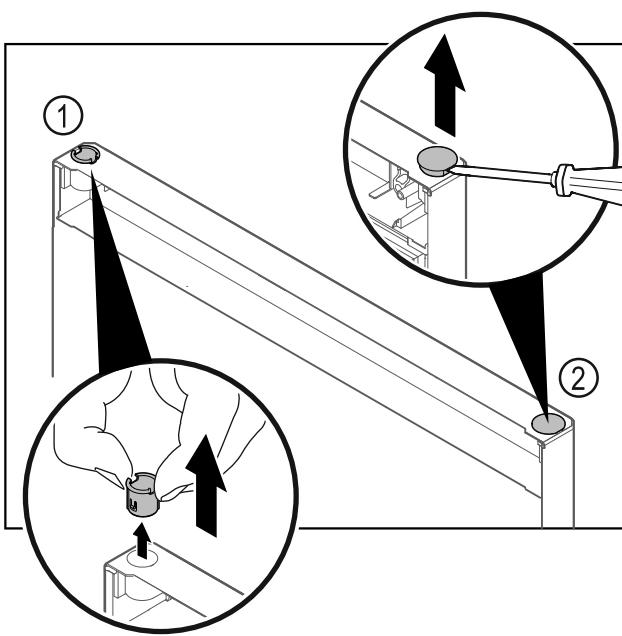

Fig. 15
- Izvelciet ar pirkstiem eņģes ieliktni Fig. 15 (1).
- Paceliet uzmanīgi ar plakano skrūvgriezi un izvelciet ārā nosedzošo aizbāzni Fig. 15 (2).